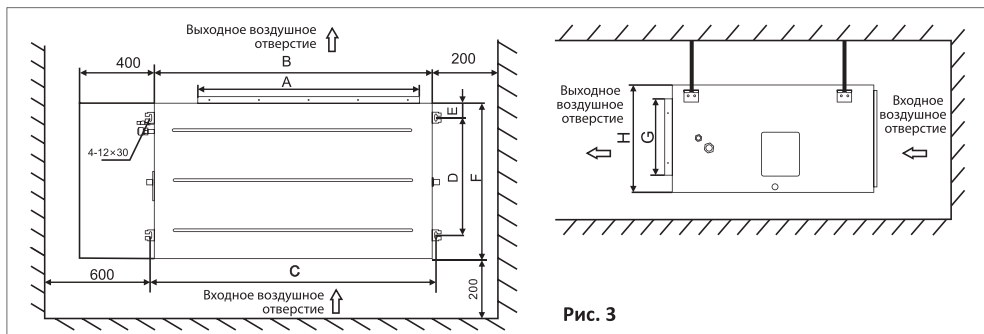

Рис. 3
- Интервал расположения анкерного болта при монтаже воздухопроводов показан на рис. 3. Данные расшифровки рисунка в таблице 1.